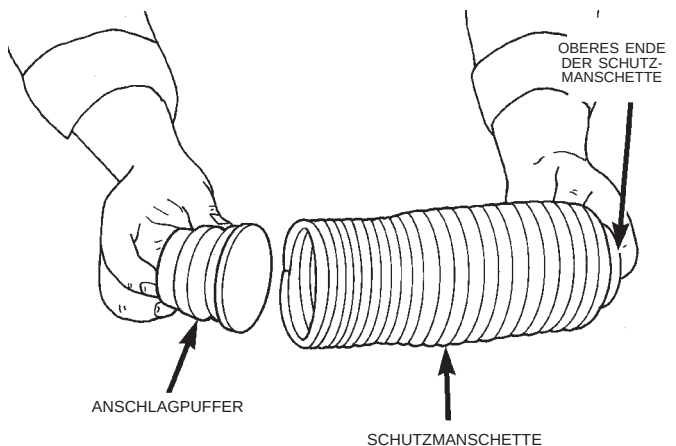

Abb. 42 Anschlagpuffer in Schutzmanschette montiert
(2) Anschlagpuffer von unten in die Schutzmanschette einbauen (Abb. 42). Der Anschlagpuffer muss in das obere Ende der Schutzmanschette einrasten.